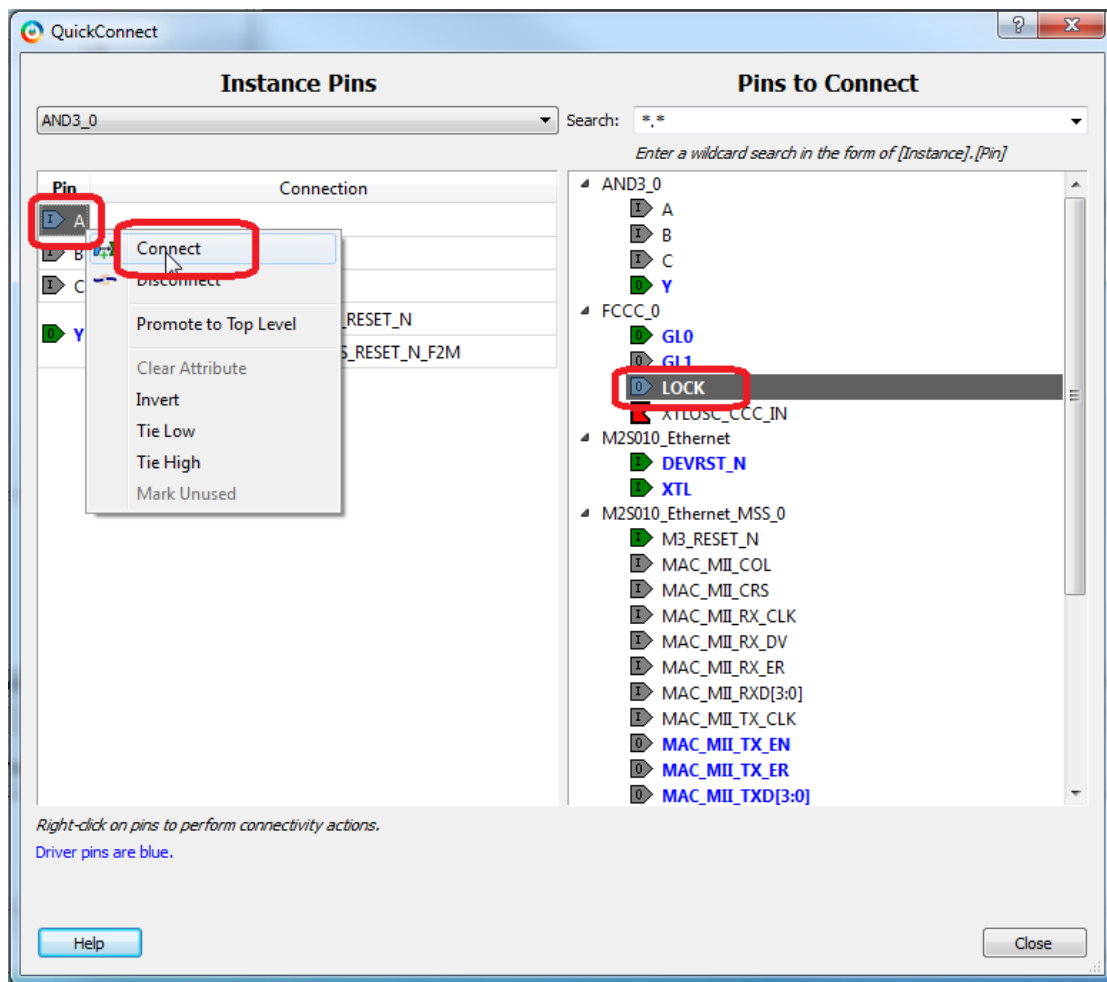

Рис. 26.
- 3) Используя мастер соединений QuickConnect (рис. 26).